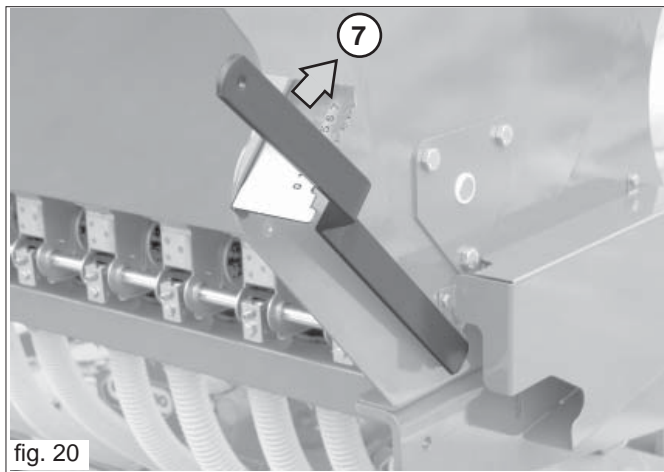

fig. 20
- Pentru cantități mari se recomandă utilizarea manivelei pe transmisie pentru a roti axul agitator, controlând astfel cantitatea care se descarcă; pentru descărcarea cantităților mici, mutați pârghia tastatorilor peste poziția 7 (Fig. 20).